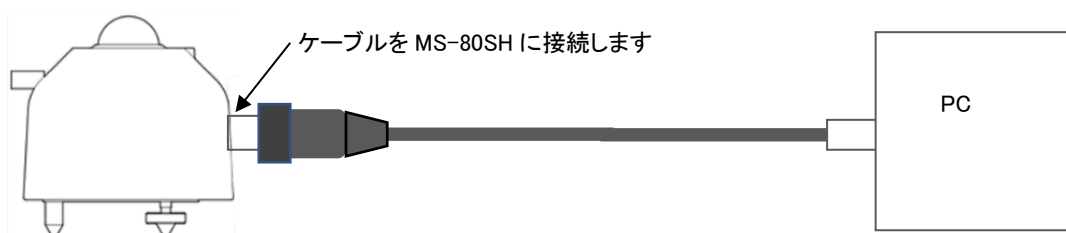

図 A3-2. 「EKO コンバータケーブル」の使用 (オプション)
- 4) オプション品の EKO コンバータケーブルを使用すると、ケーブルのコネクタを本体に差し込むだけで簡単に設置できます。MS-80S の電源は USB 経由で供給できます(図 A3-2 を参照)。